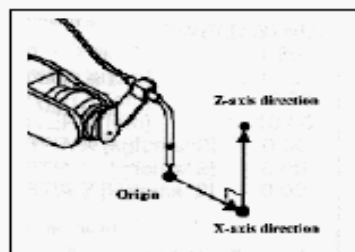

图4
7. 接下来设置TCP的X, Y的方向。将机器人的示教坐标系切换到通用坐标系。(见图4)